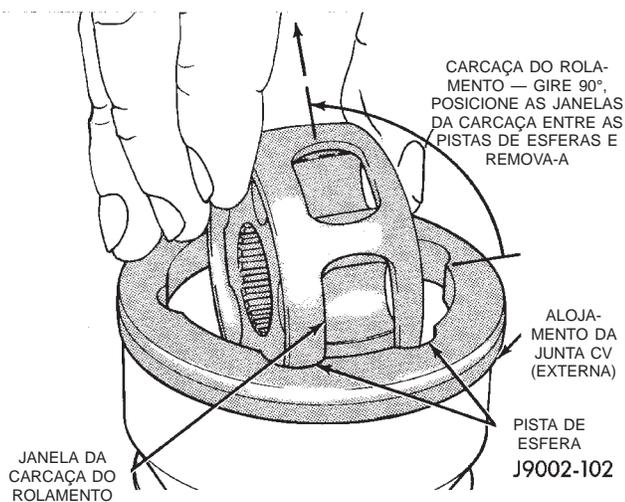

Fig. 16 Remoção da Carcaça do Rolamento e Cubo
(11) Repita a etapa acima até que todas as seis esferas sejam removidas da carcaça do rolamento.
(12) Incline a carcaça do rolamento e o cubo para a posição vertical. Remova a carcaça do alojamento. Empurre a carcaça para frente e para fora do alojamento (Fig. 16).